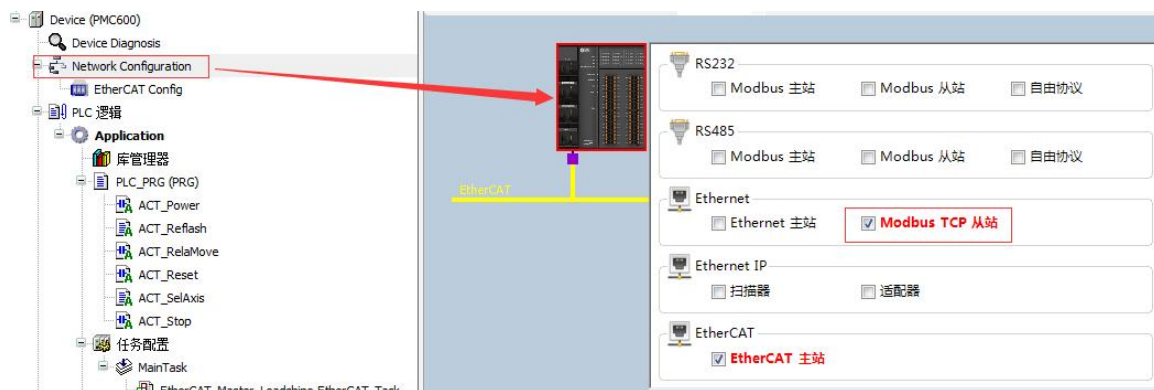

图4.52 Modbus TCP启用
- 2) 设置控制器为Modbus TCP从站。双击编程工具iStudio左侧的设备树“Network Configuration”，打开网络配置界面，鼠标单击控制器，使能Ethernet下的Modbus TCP从站，此时左侧设备树中会增加一个“Modbus_TCP_Slave”，如图4.52所示。